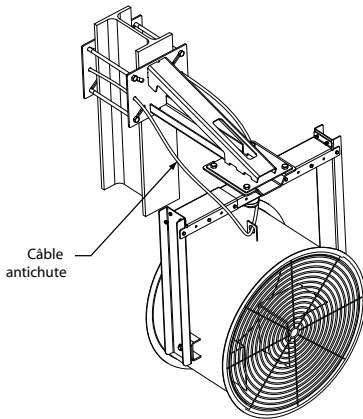

Figure 15 — Support de fixation murale assemblé
8. Attacher le câble de protection antichute. Le passer à travers les plaques de fixation murale, à travers le support de fixation au plafond et à travers l'anneau de levage situé sur le dessus du carter de ventilateur comme sur la Figure 15. Prévoir suffisamment de mou dans le câble pour permettre le réglage du canon à air.